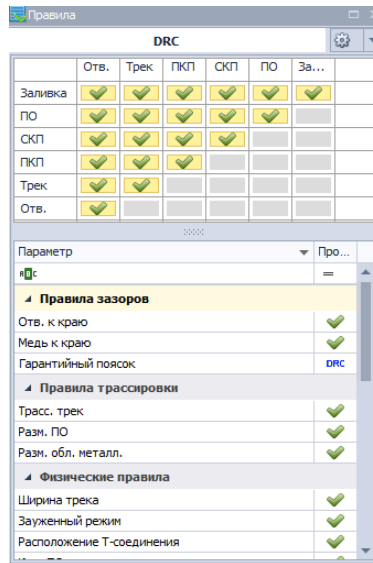

Рис. 448 Определение состава проверок в панели «Правила»
**Важно!** Определение списка правил для проверок также доступно в панели «Правила», если в редакторе печатных плат не выбран какой-либо объект, см. Рис. 448.